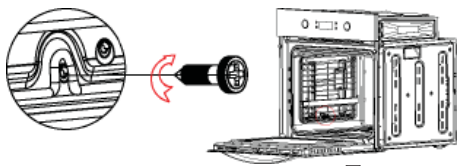

图 1
- 1) 用螺丝刀松开螺丝将烤架的支架固定，如图 1 所示。
- 1) 把烤架插入底盘侧板上的安装孔内，如图 2 所示。用螺丝刀拧紧螺丝，然后用同样的方式完成另一侧板的安装，如图 1 所示。